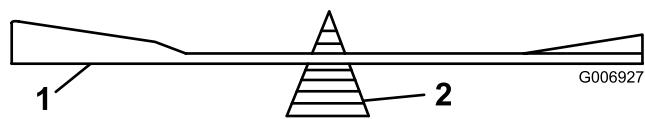

Figure 36
2. Vérifiez l'équilibre de chaque lame en la plaçant sur un équilibrage (Figure 36). Si la lame reste horizontale, elle est équilibrée et peut être utilisée. Si la lame est déséquilibrée, limez un peu le dos de la lame. Répétez la procédure jusqu'à ce que la lame soit équilibrée.